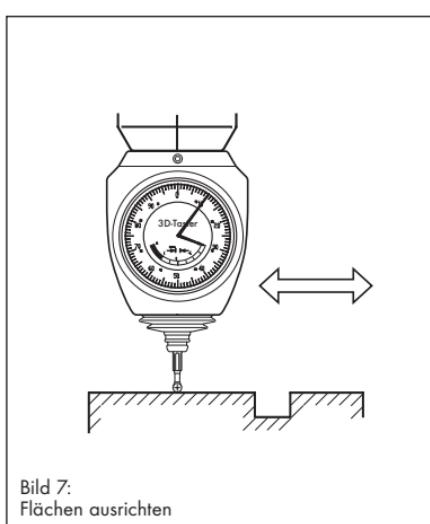

Bild 7:
### 6 Flächen ausrichten (Bild 7)
- Mit der Tastkugel an der Oberfläche entlang gleiten (Bild 7). Der Ausschlag der Messuhr zeigt an, wie stark die Parallelität der Fläche zur Maschinenachse abweicht.